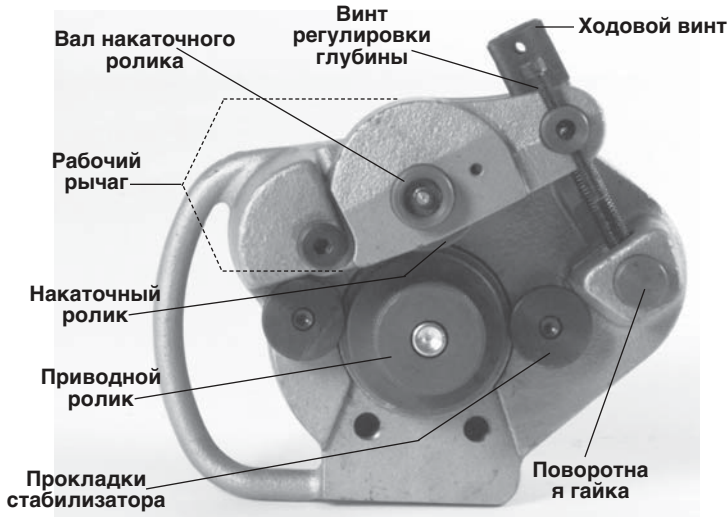

Рисунок 2 – Отведение накаточного ролика от ведущего ролика
1. Положив желобонакатчик на верстак или пол, вращайте ходовой винт против часовой стрелки, чтобы отвести накаточный ролик от ведущего ролика (рисунок 2).